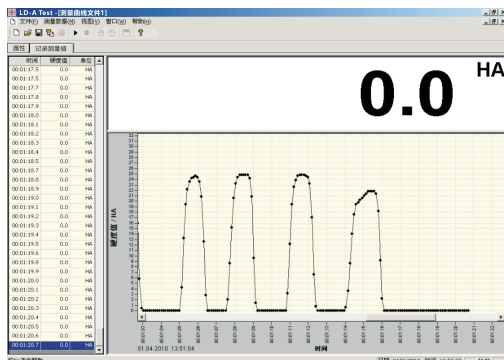
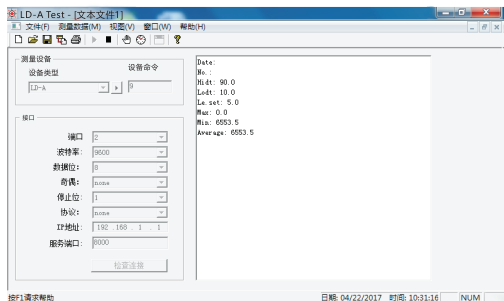

图 19
图 20
- D. 测试完成后，按停止键  停止测试（详见第12页图19）；
②导出存储值
- B. 点击开始按钮  打开串口，再点击手动发送命令 ，发送命令1到仪器，则仪器存储的数据将导入计算机中（详见第12页图20）；或者长按仪器上的“SET”键导出数据。